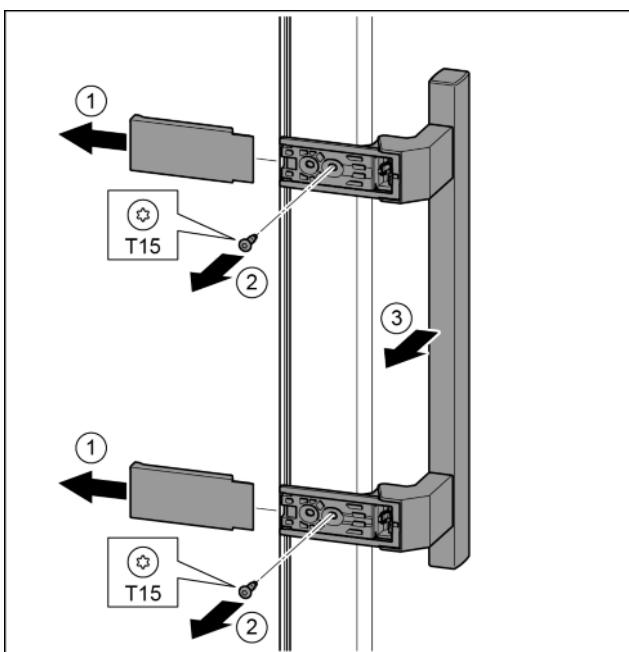

Fig. 14
- Снять крышку и поставить с другой стороны. Fig. 14 (1)
- Установить опорный кронштейн с другой стороны и прикрутить с помощью отвертки Т25. Начинать с винта 2 в центре. Fig. 14 (2)
- Затянуть винты 3 и 4. Fig. 14 (3, 4)
- Снова установить опорный палец в сборе. При этом следить за тем, чтобы выступ фиксатора был направлен назад. Fig. 14 (5)